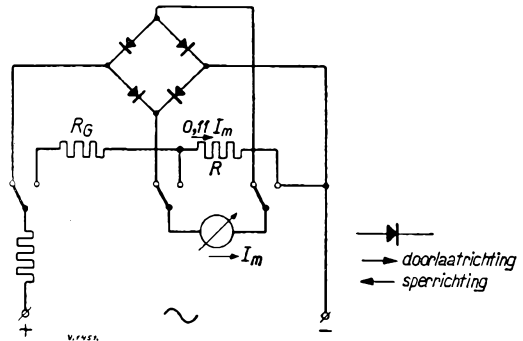

Fig. 3
b. dezelfde weerstanden zowel voor wissel- als gelijkspanning. Bij wisselspanning is de stroom door de voorschakelweerstand $1,11 \times$ de meterstroom (vormfactor $= \frac{I_{\text{eff.}}}{I_{\text{gem.}}} = 1,11$). Kiezen we dus eerst de voorschakelweerstand voor de wisselspanningsbereiken, dan zijn deze voor gelijkspanning $1,11$ te klein. Dit kan in orde gemaakt worden door bij gelijkspanning de meter te shunten met een weerstand, die 11% van de meterstroom opneemt. Bovendien moet bij gelijkspanningsmeting een vervangingsweerstand voor de cel worden aangebracht (ca 600 Ω) zoals in fig. 3. De celvervangingsweerstand R_G wordt